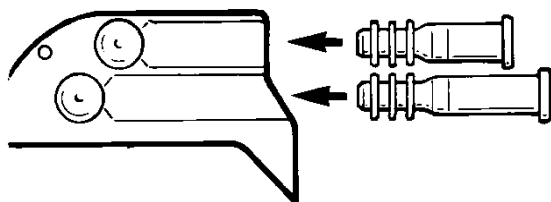

Figura 1. *Insira as mangas ajustáveis curta e longa no conector do gerador de impulsos*
2. Insira uma manga ajustável curta (transparente) na porta superior do conector do gerador de impulsos. Insira a manga ajustável longa (branca opaca) na porta inferior do conector (ver figura 1). Se necessário, use água estéril como lubrificante de inserção.